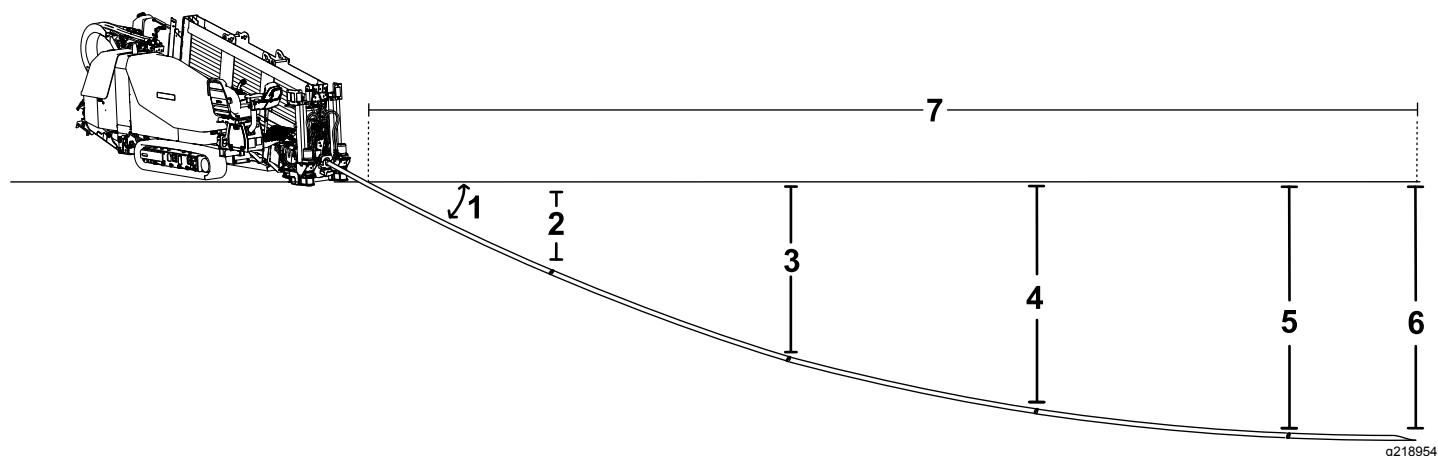

Рисунок 44
- Вы вставляете первые 3 м (10 футов) буровой трубы с буровой лопаткой в землю без изгиба. Конец буровой лопатки находится на глубине 76 см (Рисунок 44).